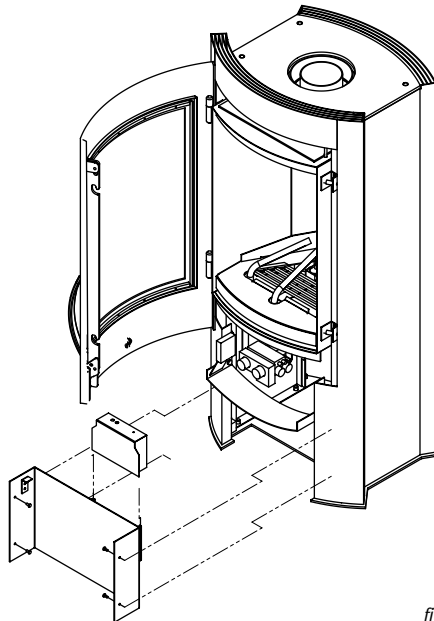

fig. 6
- Demonteer het inkijscherm door de 4 schroeven los te draaien (zie fig. 6).